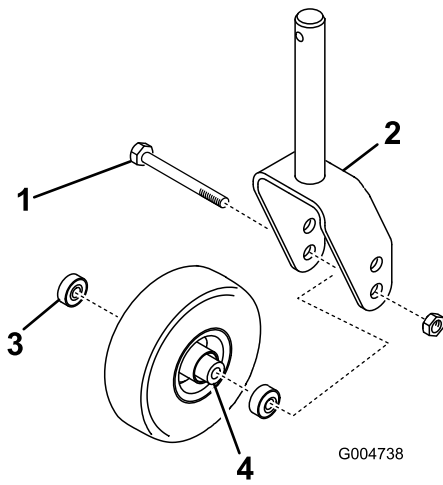

図 139
1. キャスタホイールアセンブリをキャストフォークまたはキャストピボットアーム 図 139 に保持しているボルトからロックナットを外す。
2. キャスタホイールをしっかりと握り、ボルトをフォークまたはピボットアームから抜き取る 図 139。
3. ホイールのハブからベアリングを外して、ベアリングスペーサを床に落とす 図 139。
4. ホイールハブの反対側にあるベアリングを取る 図 139。